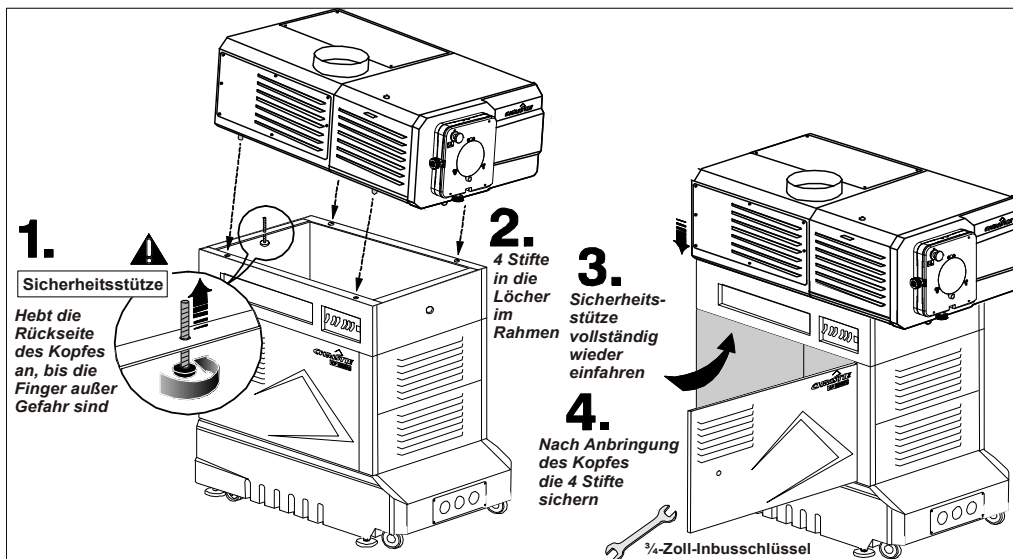

Abbildung 3-1 Montage des Projektionskopfes am Rahmengestell
- Drehen Sie innerhalb des Rahmengestells an dem Knopf auf der Rückseite des oberen Rahmens, um die Sicherheitsstütze über den Rahmen des Gestells auszufahren. Durch diese Stütze wird die Rückseite des Projektionskopfes so weit angehoben, bis die Finger außer Gefahr sind. Siehe **Abbildung 3-1 Schritt 1**.